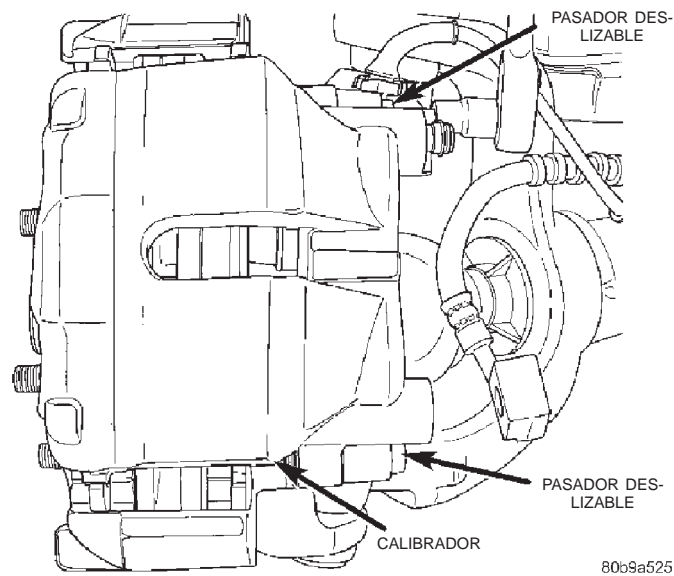

Fig. 25 Pasadores deslizables
(7) Retire las tapas de los casquillos de pasadores deslizables del calibrador y retire los pasadores deslizables (Fig. 25).